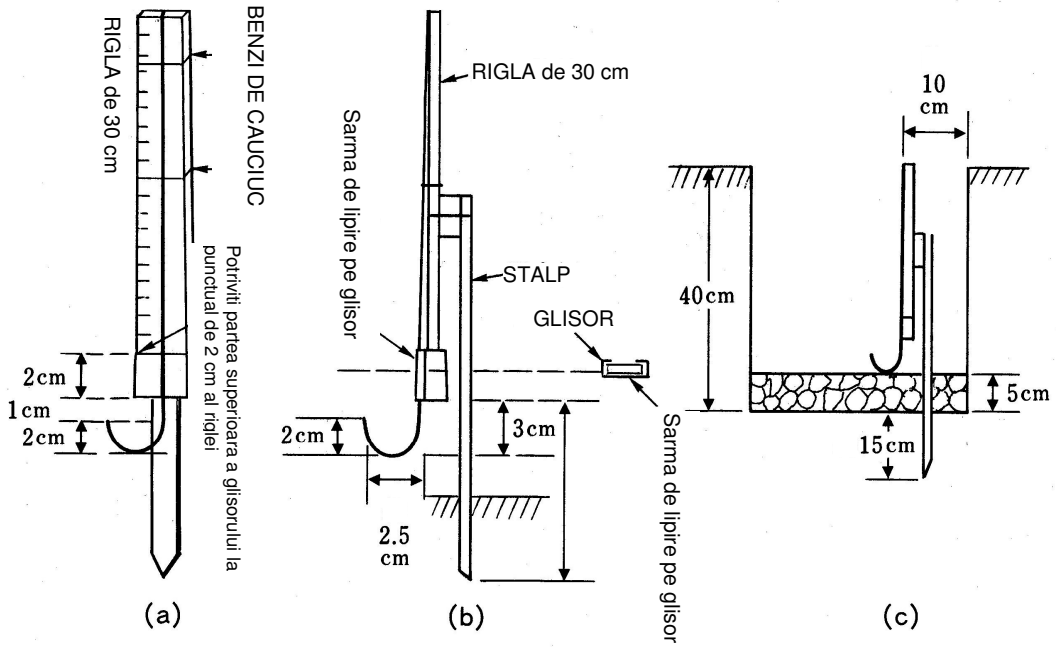

FIGURA 3
2. Instalati aparatul de masurat dupa modelul din figura 3. Aparatul se numeste joja cu carlig.
Joja cu carlig este prezentata in figura 3 si poate fi construita folosind o rigla de 30 cm si o sarma de otel de 2 mm, cu capatul terminal cu o configuratie in carlig. Un colier glisant poate fi confectionat din staniu (cositor) sau folie de metal galvanizat. Se fixeaza sarma pe rigla astfel incat sa permita o miscare in plan vertical a sarmei. Atunci cand carligul atinge fundul, acesta trebuie sa citeasca 2 cm pe indicatorul glisorului (vezi figura 3).